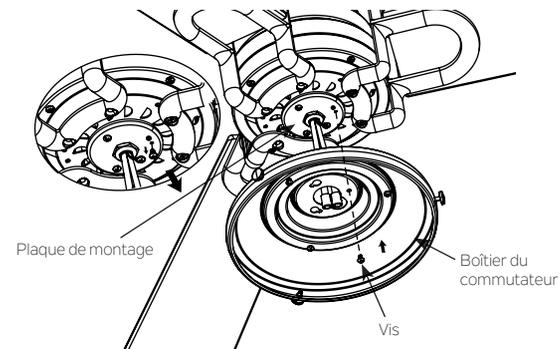

Fig. 20
Étape 1. Retirez la vis marquée d'une étiquette à points qui a été préinstallée sur la plaque de montage et conservez-la pour une utilisation ultérieure. Desserrez les deux autres (ne les retirez pas). Placez les deux fentes du boîtier du commutateur sur les deux vis préalablement desserrées de la plaque de montage. Faites tourner le boîtier du commutateur jusqu'à ce qu'il se verrouille en place à l'extrémité étroite des trous de serrure. Fixez-le en serrant les 2 vis précédemment desserrées et celle précédemment retirée. (Fig. 20)